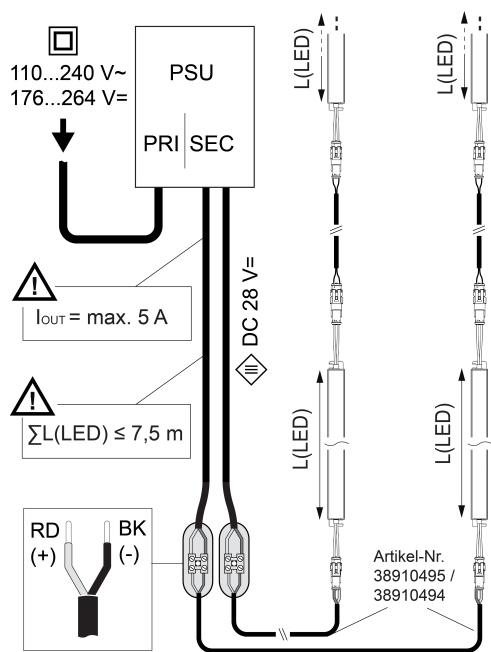

Figure 5: Schéma de raccordement
- Raccorder les modules d'éclairage à LED conformément au schéma électrique (Figure 5).